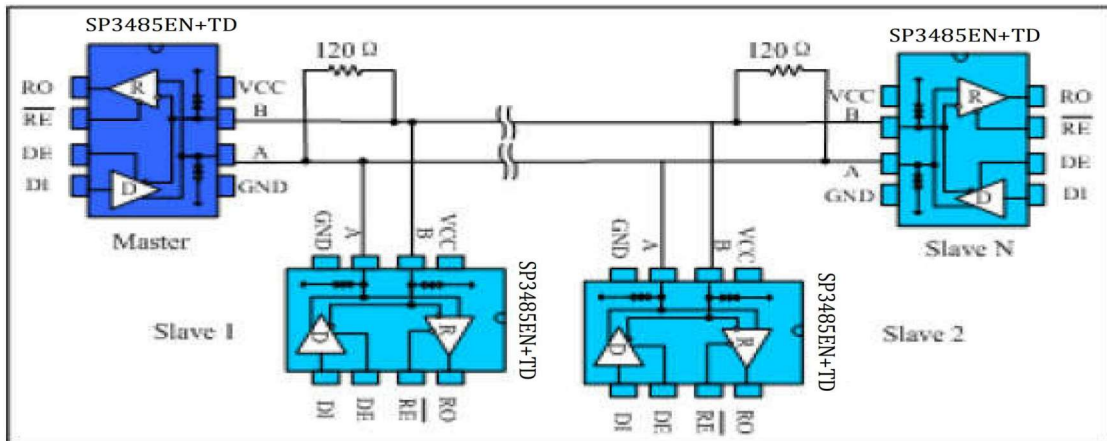

图 9 总线式 RS485 半双工通讯网络
4.1 总线式组网：SP3485EN+TD RS485 收发器设计用于多点总线传输线上的双向数据通信。图 9 显示了典型网络应用电路。这些器件也能用作电缆长于 4000 英尺的线性转发器，为减小反射，应当在传输线两端以其特性阻抗进行终端匹配，主干线以外的分支连线长度应尽可能短。